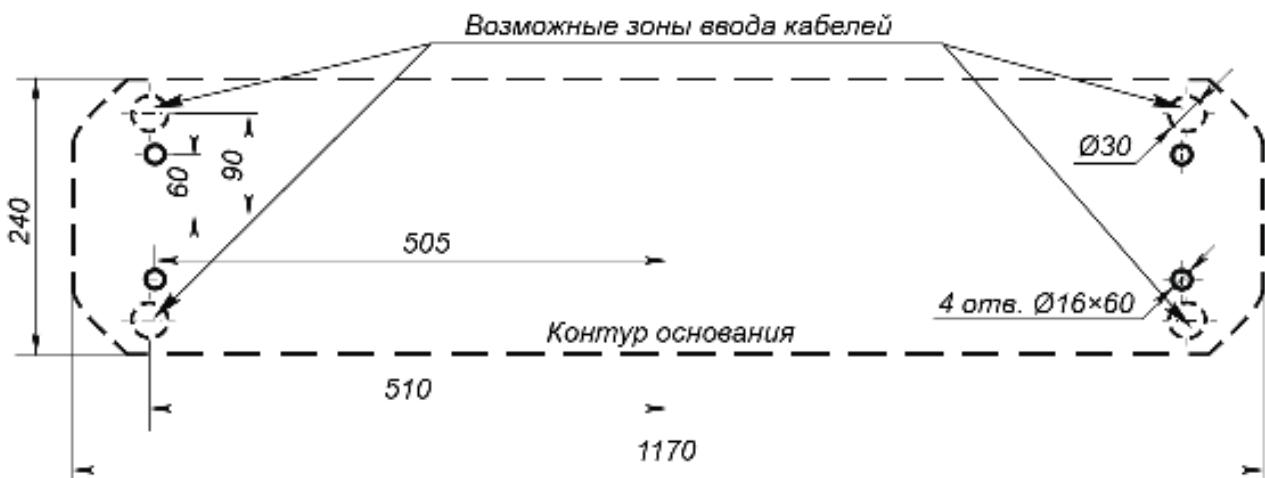

Рисунок 12. Схема разметки для установки стойки турникета
- 2 Подготовьте в полу отверстия под гильзы анкеров для крепления стойки турникета (см. рис. 13). При необходимости прокладки кабелей под поверхностью пола подготовьте в полу кабельный канал, подходящий к зоне ввода этих кабелей в стойку турникета. Установку и крепление стойки производите после прокладки всех кабелей в кабельном канале и внутри стойки. Прокладка кабелей внутри стойки показана на рис. 12.
- 4 Демонтируйте боковые заглушки стойки (10), открыв замки (11).
- 7 Снимите крышку турникета (3), открыв ключом замок (4, см. разд. 6).
Конструкцией турникета предусмотрена возможность установки платы контроллера СКУД внутрь корпуса турникета. Установка платы осуществляется на кронштейн (7, рис. 12). Максимальный допустимый размер устанавливаемой платы контроллера 160×150×35 мм.